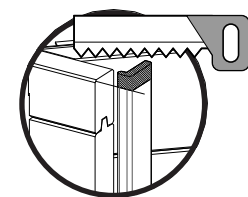

Fig. 8 / Abb. 8 / Afb. 8
- Position the L trimming on the ends of the boards. • Cut off the excess part of the trimming according to the height of the pool if necessary (figure 8).
- Présentez le cache L sur les extrémités des madriers. • Coupez l'excédent de cache selon la hauteur du bassin si nécessaire (figure 8).
- Legen Sie die Zierleiste L auf die Enden der Bretter. • Falls erforderlich, schneiden Sie das, was von der Zierleiste übersteht, je nach Höhe des Beckens (Abb. 8) ab. • Befestigen Sie die Zierleiste L mit Hilfe von 3 Schrauben 4 x 60 gleichmäßig auf der Höhe (Abb. 9).
- Plaats sierlijst L op de uiteinden van de planken. • Indien nodig, overtollige stukken van de sierlijst afsnijden, afhankelijk van de hoogte van het bassin (afbeelding 8).